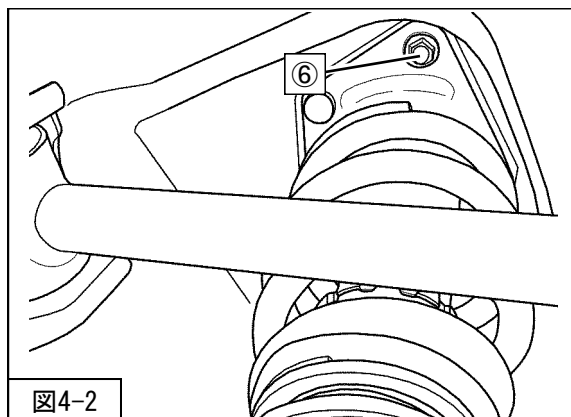
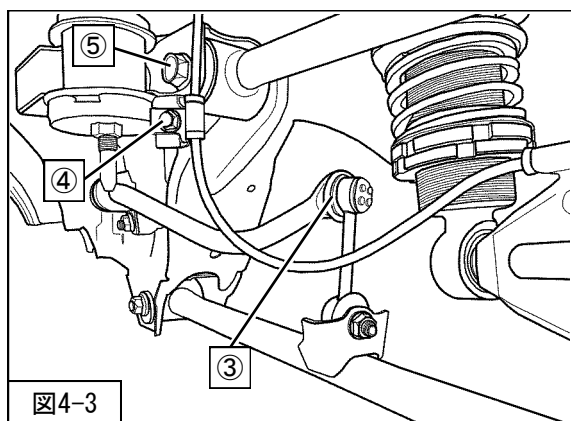

図4-2
図4-3
- 5. ⑥アッパーマウント取付ボルト（締付トルク：23.5～31.7N・m）を取付けてください。（図4-2）
- 6. ⑤アッパーアーム取付ボルト（締付トルク：75.5～102N・m）
④ABSセンサハーネス取付ボルト（締付トルク：18.6～25.5N・m）
③スタビライザリンク取付ナット（締付トルク：43.1～60.8N・m）を取付けてください。（図4-3）
- 7. ②リアサスペンションASSYロア取付ボルト